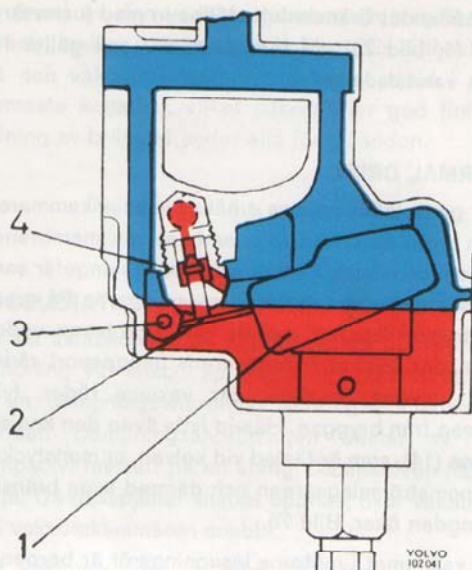

Bild 71. Flottörsystem (Stromberg)
Bränslet inkommer i flottörhuset via flottörventilen (4, bild 71). Flottören (1), som är dubbel, är lagrad